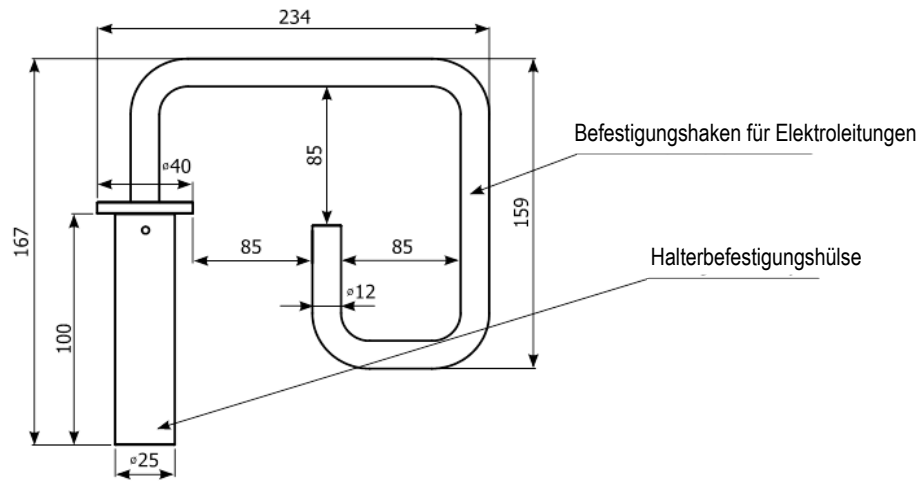

Abb. 37 Halter für Elektrokabel
1.3.35. Halter für Elektrokabel (Abb. 37)